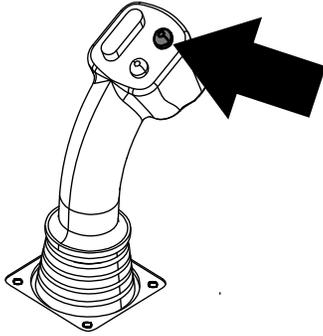
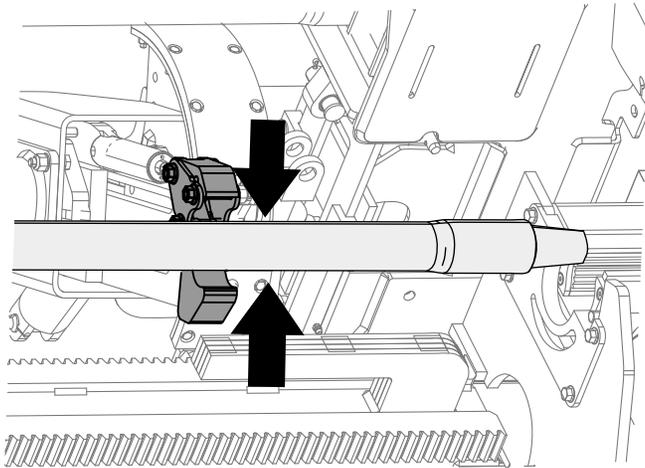

Figura 11
Figura 12
- Mantenga pulsado el botón superior del joystick para agarrar el tubo (Figura 11 y Figura 12) y suelte el botón.